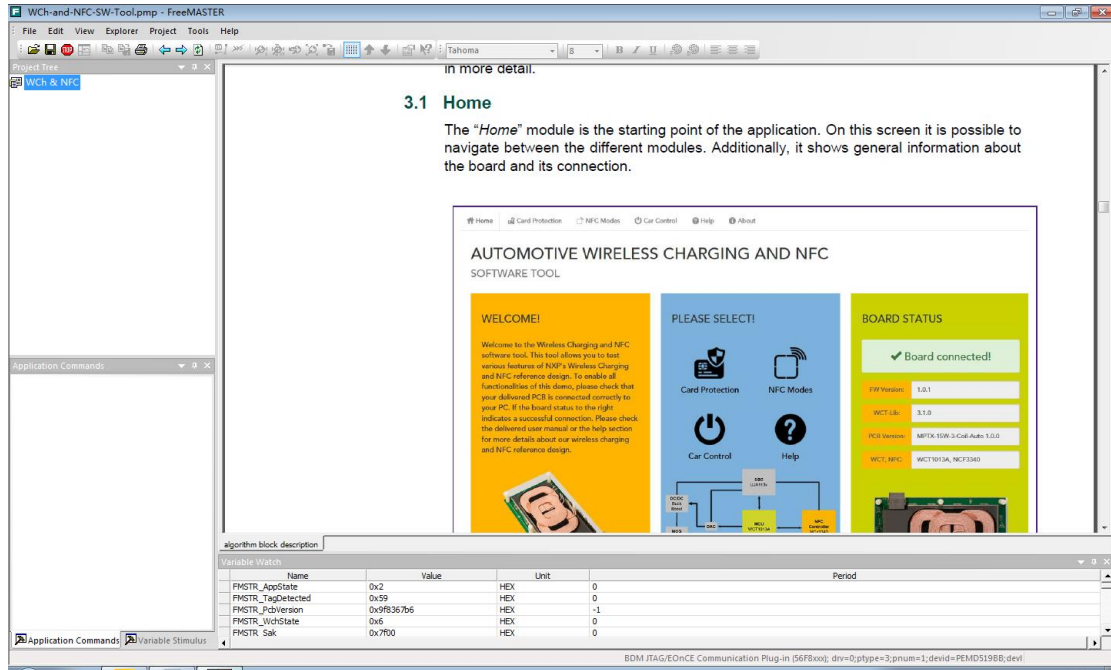

图 4.45 NFC 演示操作指南文档
**Help:** 点击此页面可以看到 NCF3340 芯片 Data Sheet, WCT1013A 芯片 Data Sheet, 还有 NFC 演示操作指南如图 4.44 所示, 点击 WCh & NFC SW Tool User Manual 可进入到 NFC 演示操作指南文档如图 4.45 所示。